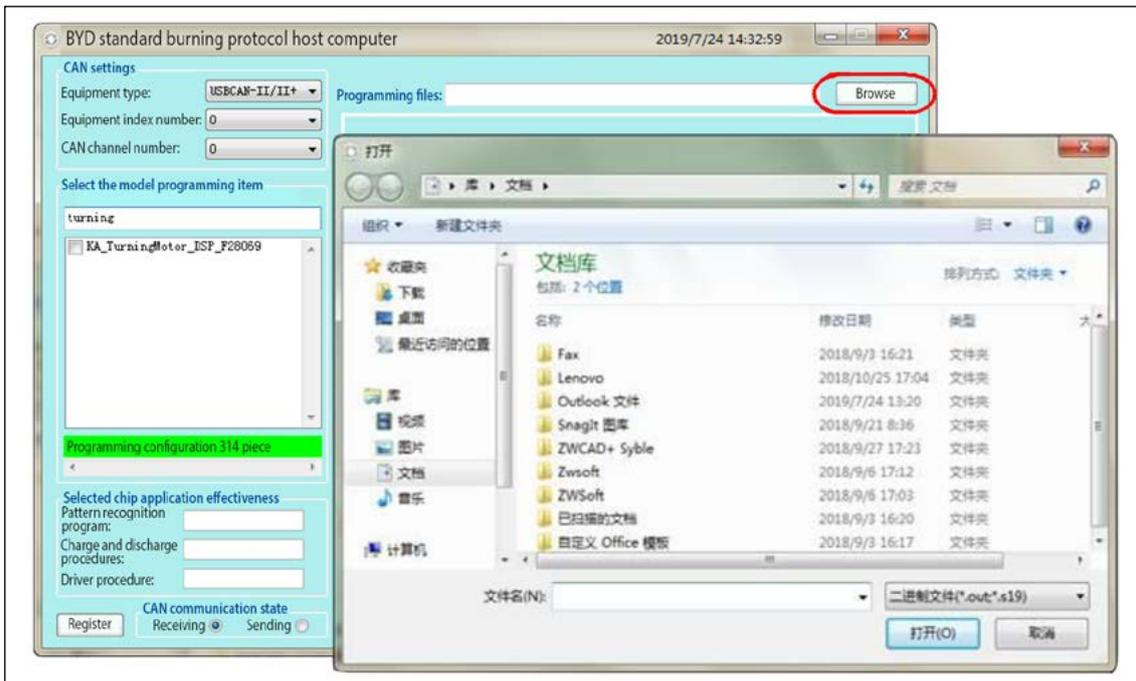

Figura 5-5-22
2. Clique em **Browse** (procurar) para importar o programa desejado, conforme mostrado na Figura 5-5-22.